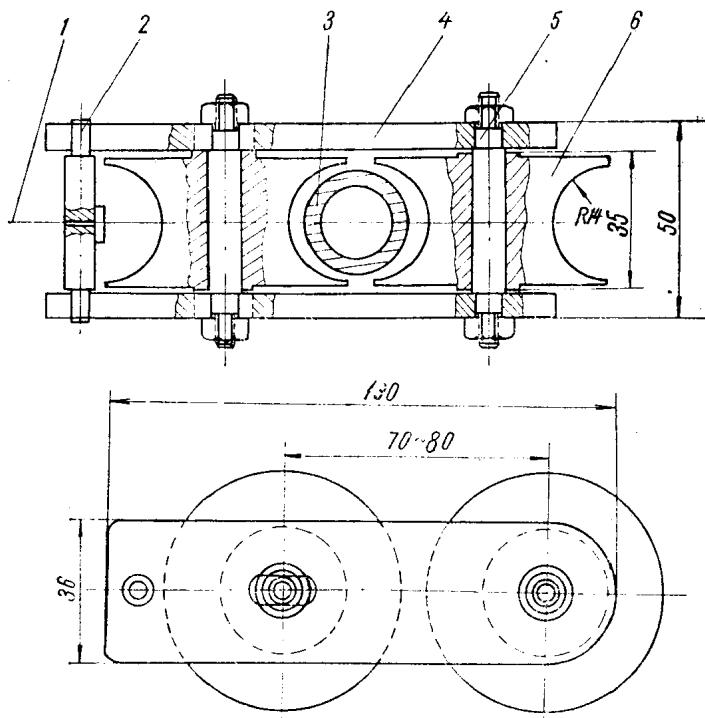

图 3 滑轮支架
5. 钢丝装置中，利用普通卷尺发条，使钢丝起伸缩作用。滑轮支架如图 3 所示。
2. 钢丝装置一端固定刀体，另一端固定在一个钢管或任何物体上，这样就可以使刀体反作用力落在钢丝上，控制刀体前后、左右移动。刮削较宽的工件时，如大平板需使用滑轮支架（图 3），这样钢丝与刀体始终成直线。